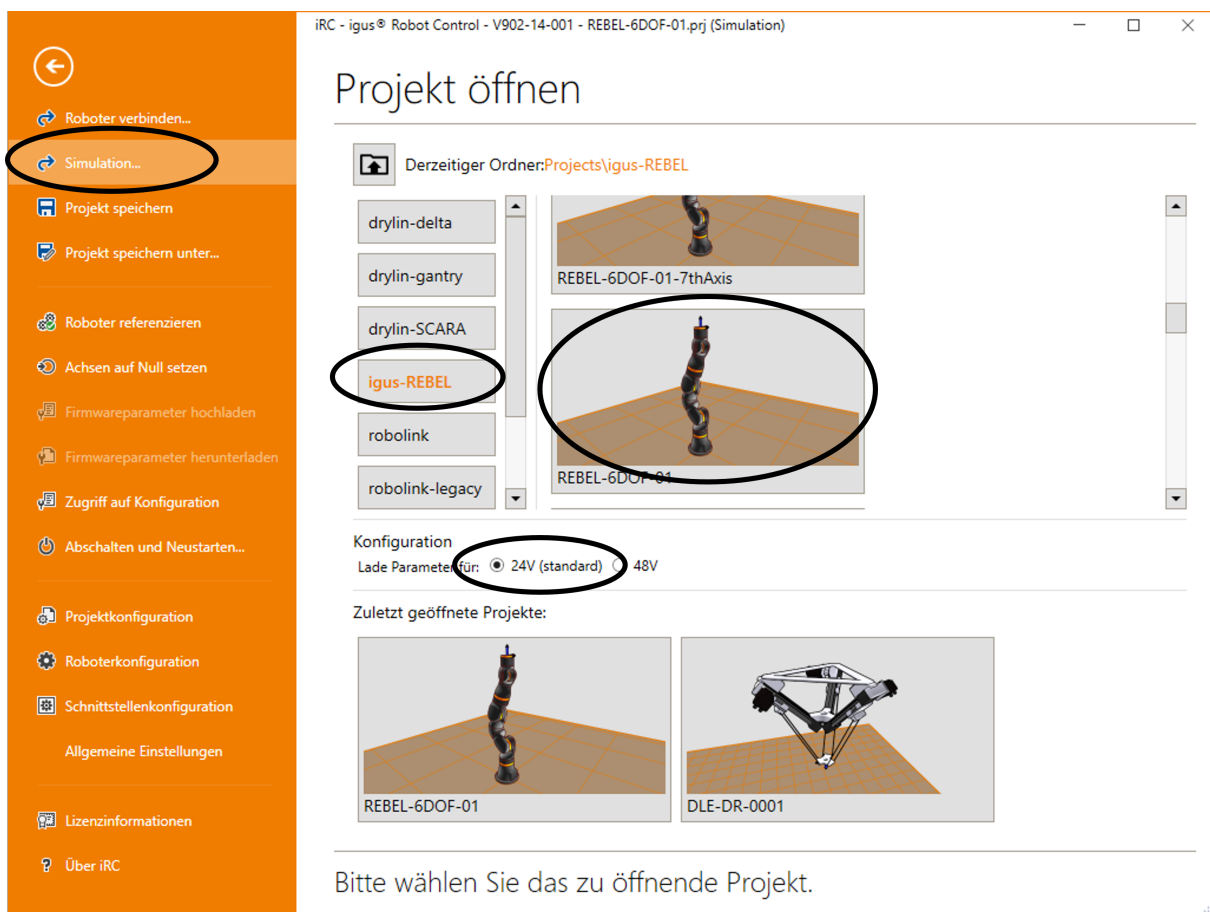

Abbildung 1: Projektauswahl
2. Starten Sie die iRC Software. Beim Start können Sie das auf Ihren Roboter zutreffende Projekt auswählen. Bitte beziehen Sie sich auf die Produktnummer bzw. den Produktnamen, die Projektnamen basieren auf diesen (siehe Abb. 1).